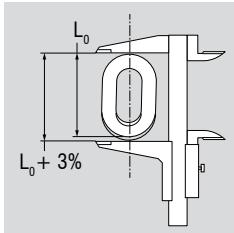

Fig. 10 : usure inadmissible ou allongement d'un maillon
- On parle d'usure accrue ou d'allongement d'un maillon lorsque par ex. la cote nominale de la longueur intérieure est dépassée de 5 %. Ceci correspond à un allongement extérieur de 3 % (fig. 10)